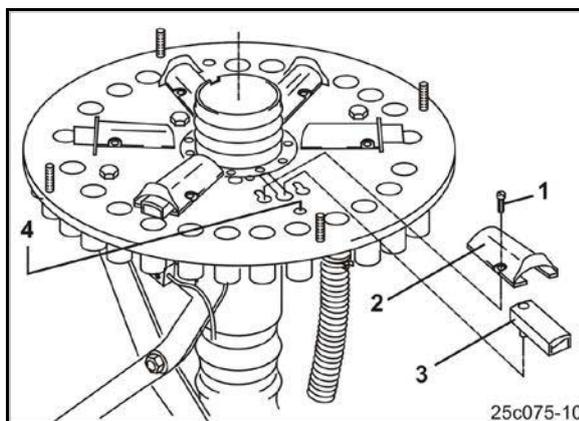

Fig. 136
2. Retirez la jauge d'huile (Fig. 136/2).
Désactivez les clapets (Fig. 136/2) s'ils ne sont pas utilisés. Les clapets désactivés n'obturent pas les arrivées aux socs jalonneurs.
5. Desserrez les vis (Fig. 136/1).
6. Déposez le tunnel de clapet (Fig. 136/2).
7. Le clapet (Fig. 136/3) s'engage, comme illustré, dans le guidage.
8. Tournez le clapet (Fig. 136/3) et positionnez-le dans l'alésage (Fig. 136/4).
9. Revissez le tunnel de clapet (Fig. 136/2) sur le disque de base.